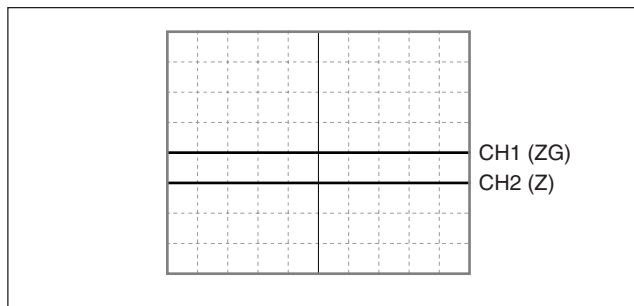

图 4-9
- ① 将示波器的 CH1 测头连接至接口组件的 Check Land CL1 (ZG) 和检验端子 TP4 (GND)。
- ② 将示波器的 CH2 测头连接至接口组件的连接器 CN2-5 插脚 (Z) 和检验端子 TP4 (GND)。
- ③ 将示波器的 TIME/DIV 开关设为 200 ms。
- ④ 将示波器 CH1、CH2 的偏转灵敏度 (VOLTS/DIV) 设为 2V/DIV。
- ⑤ 将示波器 CH2 的 INPUT COUPLING 开关调到 GND，调整示波器的位置使 CH1 位于屏幕中心。调整示波器的位置使 CH2 位于 1 格之下。(参见图 4-9)